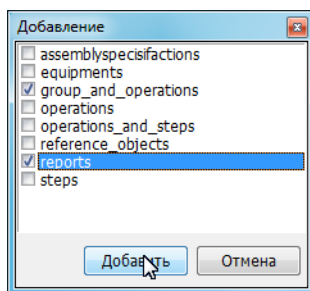

Рис. 10.29. Выбор фильтра (класса)
- В открывшемся окне **Добавление** (Рис. 10.29) появится список фильтров (классов), которые не включены в компонент. Чтобы включить фильтр или класс в дерево следует установить маркер в поле напротив названия нужного элемента;